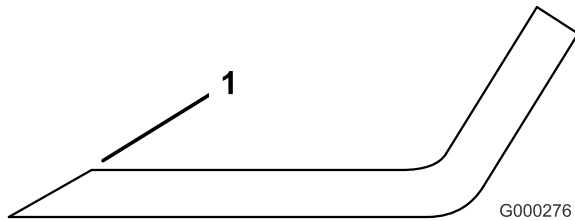

Figure 57
1. Au moyen d'une lime, affûtez les tranchants aux deux extrémités de la lame (Figure 57). Veillez à conserver l'angle de coupe d'origine. Limez la même quantité de métal sur chacun des deux tranchants pour ne pas déséquilibrer la lame.